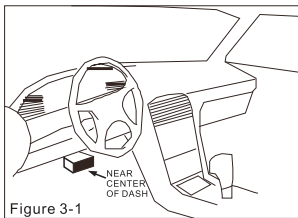

Figure 3-1
- 2) Suchen Sie die DLC-Buchse des Fahrzeugs: Siehe Abb. 3-1 für die Position. Wenn kein DLC gefunden wird, lesen Sie bitte im Kfz-Reparaturhandbuch nach.